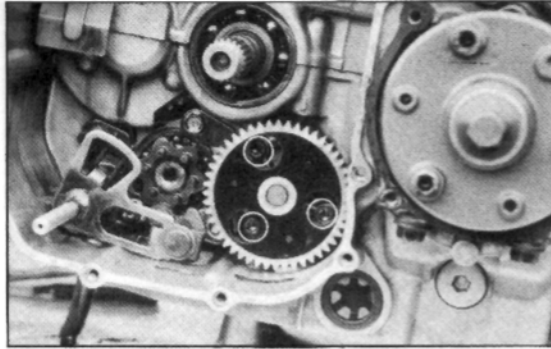

Bild 160
- Befestigungsschrauben der Ölpumpe bei entsprechender Stellung des Ölpumpenrads ausdrehen und Pumpengehäuse abnehmen. Siehe Bild 159. Auf Verbleib von Passhülse und Papierdichtung achten, siehe Bild 160.
● Passhülse und Dichtung aufsetzen, siehe Bild 160. Gehäuse (Pfeil weist nach oben) mit drei Schrauben (fest anziehen) befestigen, siehe Bilder 164 und 159.